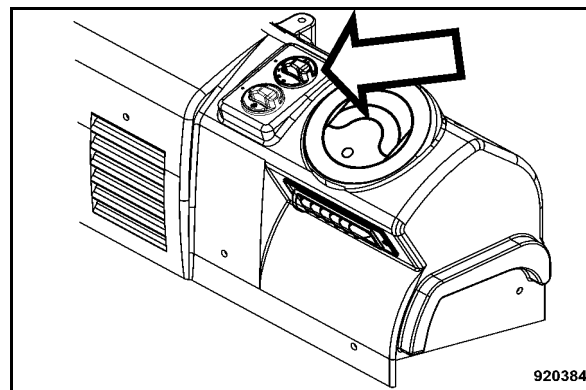

fig. 145
- Commuter l'interrupteur rotatif du ventilateur de la cabine (fig. 145) sur position "1".